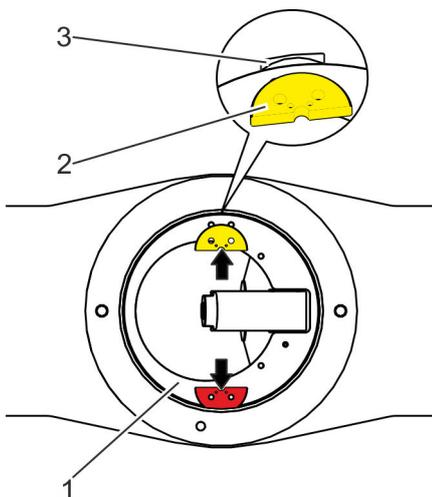
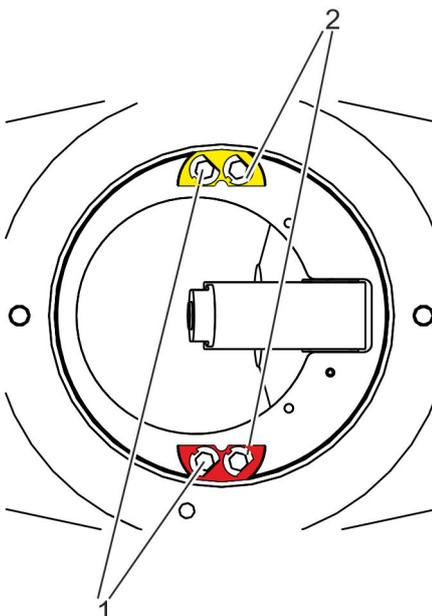

Abb. 18: Haltescheiben montieren
Abb. 19: Haltering befestigen
3. ➤ Haltescheiben (Abb. 18/2) auf dem Haltering (Abb. 18/1) platzieren und in die Nuten (Abb. 18/3) im Gehäuse schieben.
4. ➤ Haltescheiben (Abb. 18/2) mit Scheiben (Abb. 19/2) und Schrauben (Abb. 19/1) auf dem Haltering befestigen.
5. ➤ Schrauben (Abb. 19/1) mit dem vorgesehenen Anzugsmoment festziehen.
6. ➤ Scheiben (Abb. 19/2) an einer Seite umbiegen.
⇒ Schrauben (Abb. 19/1) können sich nicht lösen.